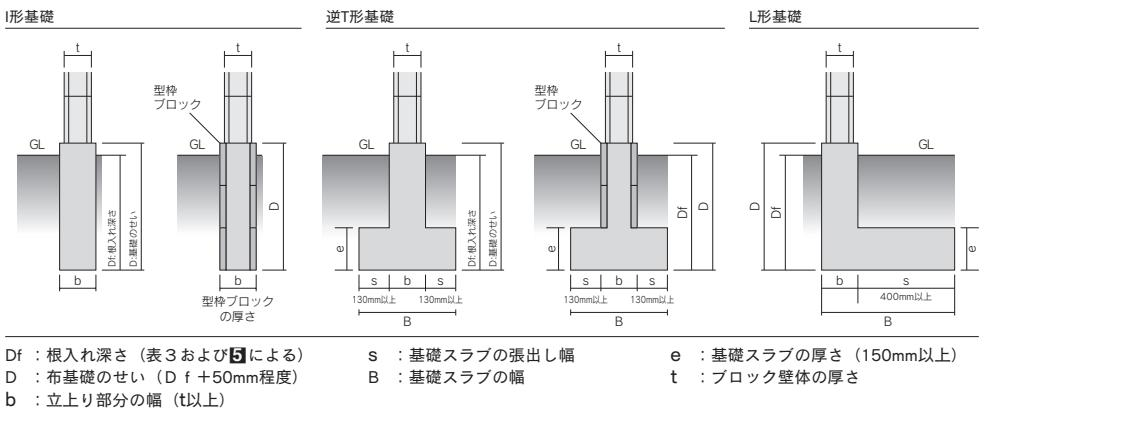

図1 塙の布基礎の標準形状
④布基礎の形状
①ブロック塀の壁体下部には、壁体を安全に支持する鉄筋コンクリート造の布基礎を設ける。ただし、布基礎の立上がり部分を型枠コンクリートブロック造とすることができます。
②布基礎は、控壁・控柱のある場合は控壁・控柱下の基礎と一体となるように設ける。
③布基礎の標準形状は、図1および表2による。
④布基礎立上がり部分に使用する型枠状ブロック(以下、型枠ブロックという)は、防水性を有するものとし、充填コンクリートの厚さはブロック壁体の厚さより30mmを引いた数値以上とする。
⑤布基礎の根入れ深さDfは、次項による場合を除き、表3による。